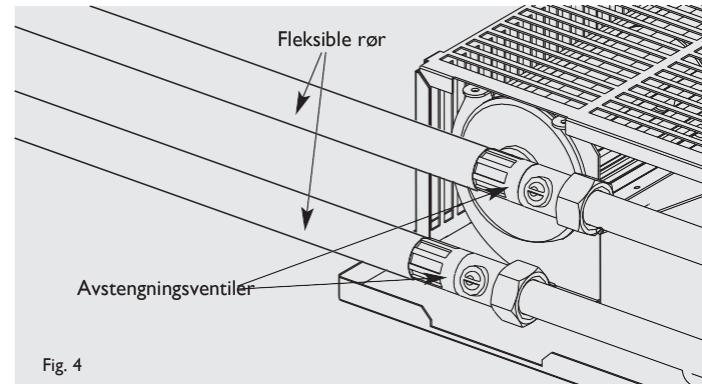

Fig. 4
- Merknader:** Pilretningen på ventilene har ingen betydning i dette bruksområdet (se fig. 4).